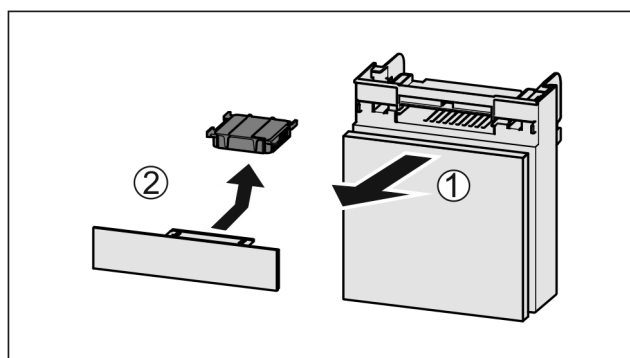

Fig. 86
- Vytiahnite zásuvku smerom dopredu Fig. 86 (1).
- Vyberte aktívny uhlíkový filter Fig. 86 (2).